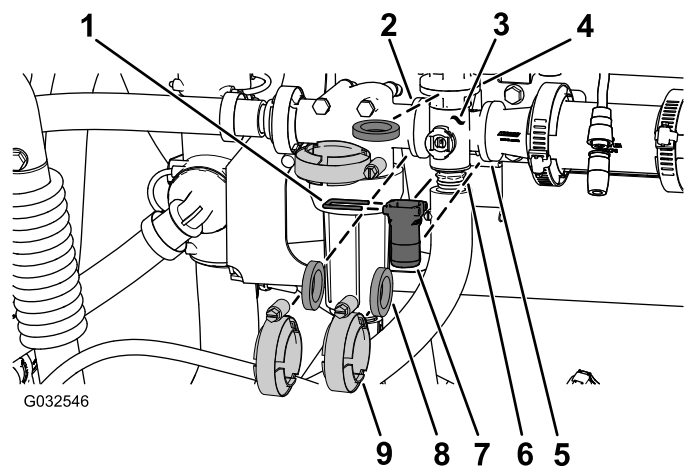

Figure 106
1. Déposez les colliers et les joints qui fixent le collecteur de la vanne d'agitation à la vanne de dérivation d'agitation, la tête du filtre sous pression, l'accouplement réducteur et le raccord adaptateur (régulateur de pression d'agitation, comme montré à la Figure 106).